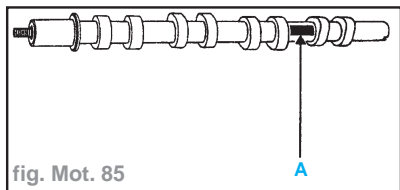

fig. Mot. 85
Nota : Les arbres à cames s'identifient par un marquage (A) fig. Mot. 85).